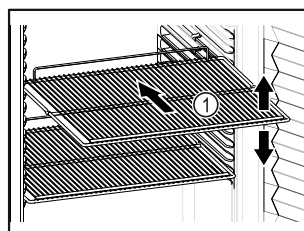

Fig. 82 Beispielhafte Darstellung
- ❑ Wenn Ablageflächen *Fig. 82 (1)* versetzbar sind, Ablageflächen je nach Höhe anpassen.